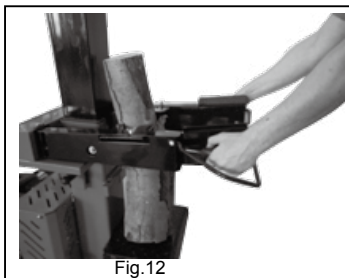

Fig.12
- Mettre la buche à fendre sur la base de fendage choisie, dans l'alignement du coin aiguisé et serrer la pièce de bois entre les deux leviers de commande comme sur la fig.12